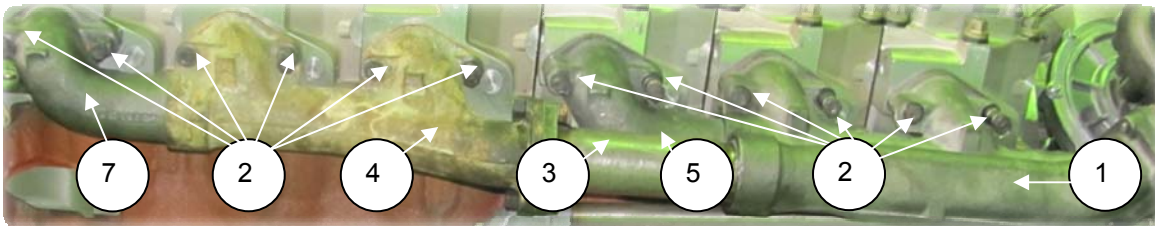

Рис. 2.36
1. Снять коллектор выпускной задний левый (1), патрубок подводящий (3), патрубок коллектора левый (5), отвернув гайки М10 (2) (S=14) (рис. 2.36);
2. Снять коллектор выпускной передний левый (4), отвернув гайки М10 (6) (S=14) вместе с патрубком коллектора левого (7) (рис. 2.36).